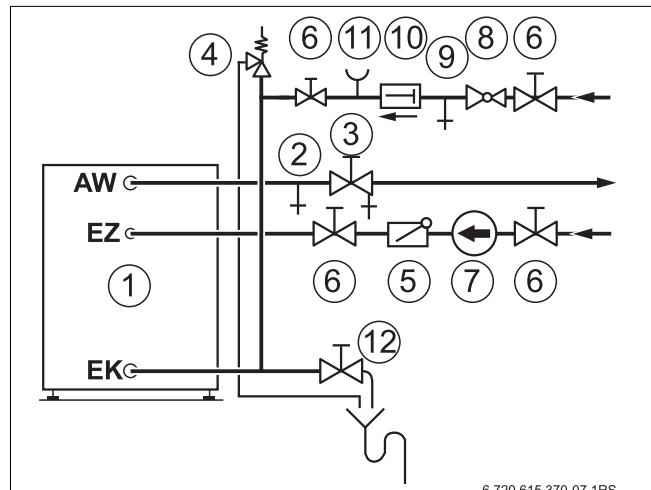

Fig. 7 Installation (schéma de principe)
- ▶ Fermer la vanne d'arrêt pour l'alimentation d'eau froide EK (→ fig. 7, [6], page 38).
- ▶ Vidanger le ballon d'eau chaude sanitaire entièrement par la vanne de vidange (→ fig. 7, [12], page 38) jusqu'à la partie la plus basse du ballon d'eau chaude sanitaire.